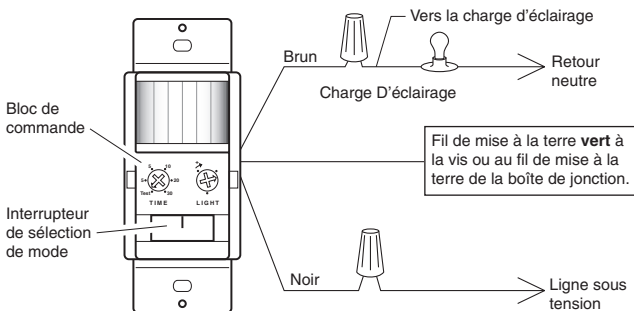

Figure 3 - Raccordement des fils du détecteur
2. Raccorder les fils du détecteur comme illustré à la Figure 3. Avant d'installer le détecteur dans la boîte de jonction, **s'assurer qu'aucun fil ne soit exposé à chaque connexion.**